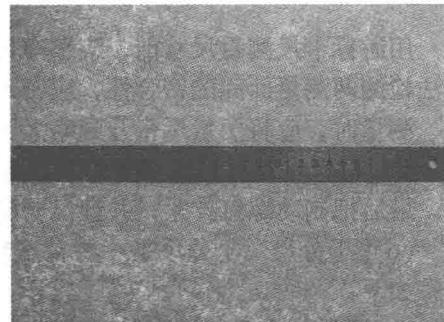

图 2-1 钢直尺
(1) 钢直尺 钢直尺是一种简单的长度量具，尺面上刻有尺寸刻线，最小刻线间距为 0.5mm，它的长度规格有 150mm、300mm、1 000mm 等多种。如图 2-1 所示，它主要用来量取尺寸、测量工件，也可作划直线的导向工具。